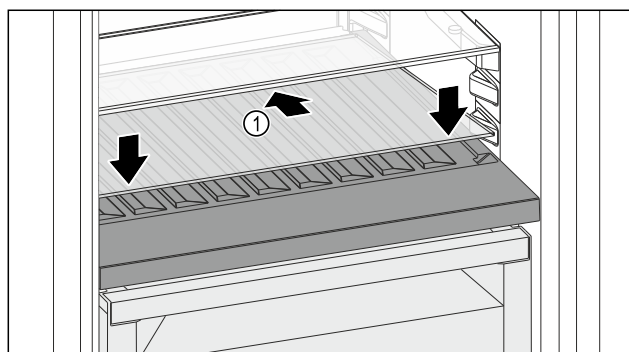

Fig. 115
- Coloque la placa de vidrio Fig. 115 (1) en ángulo e inclinada hacia atrás y hacia abajo.
- Levante la placa de vidrio Fig. 115 (1) por la parte delantera.